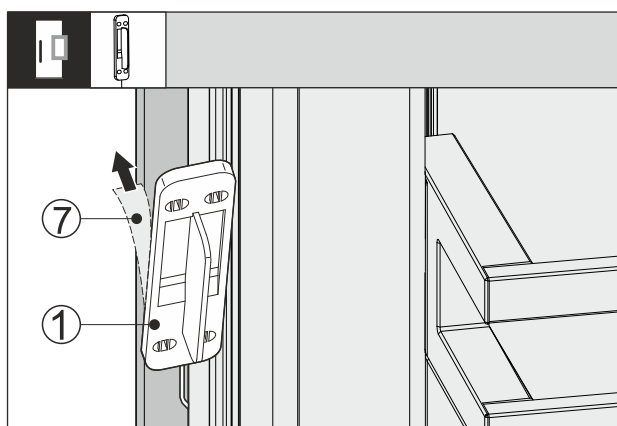

Fig. 65
- ▶ Trek de beschermfolie Fig. 65 (7) aan de achterzijde van de klopsensor Fig. 65 (1) af.